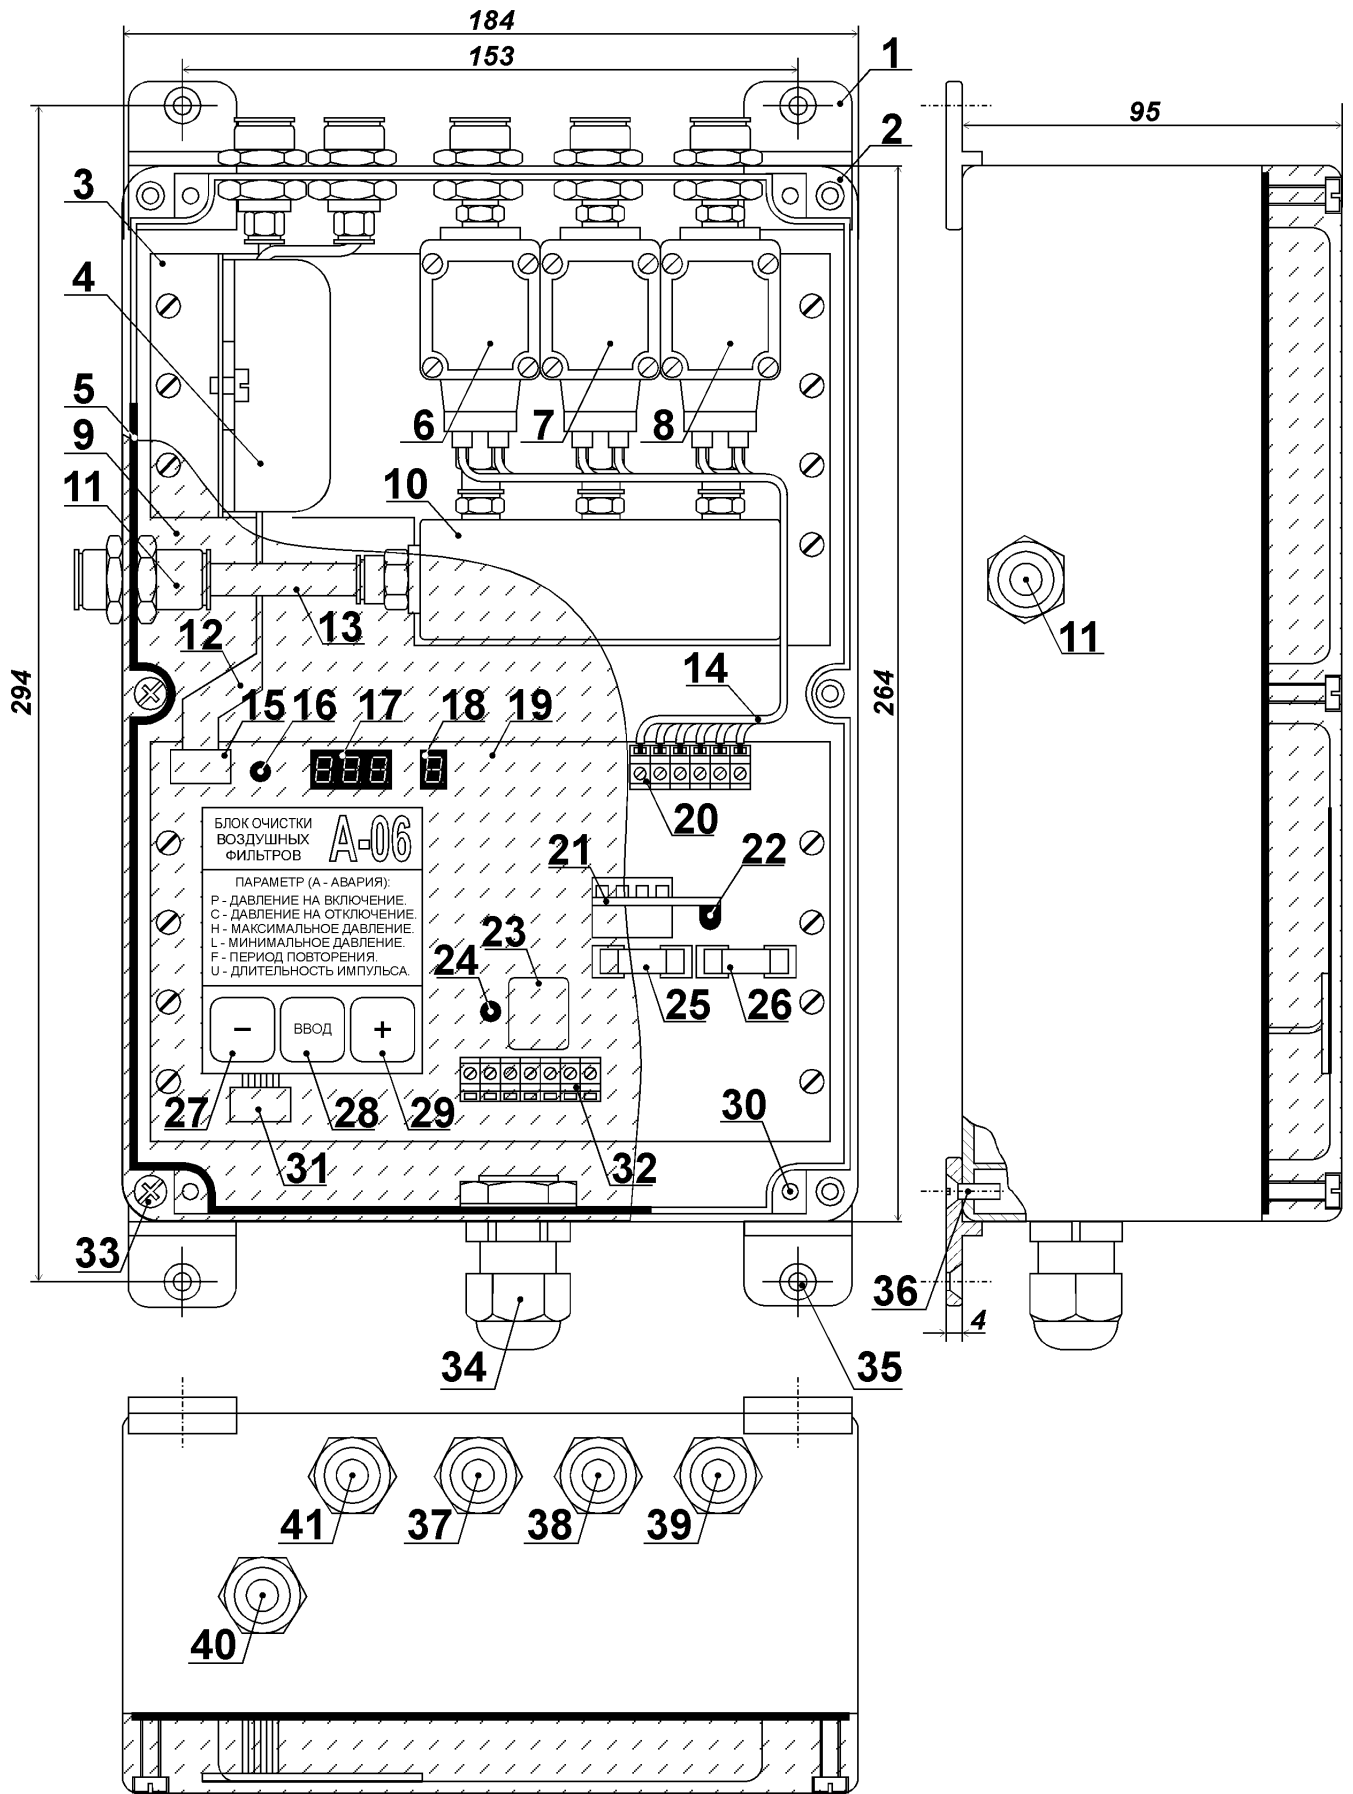
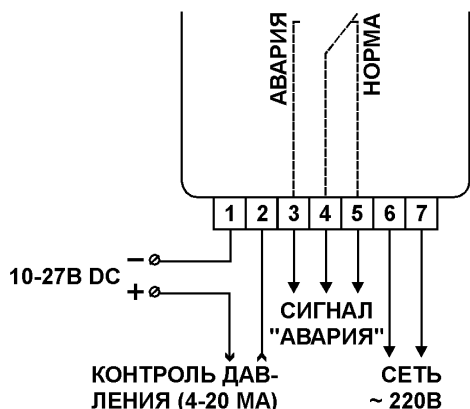

Рис. 1. Конструкция блока А-06.
Рис. 2. Схема электрического подключения блока А-06.
Конструкция блока показана на рис. 1.
6.2. Блок крепится четырьмя винтами с резьбой М4 или саморезами диаметром до 4,5 мм. Крепёжные винты (саморезы) вставляются в предназначенные для этого отверстия [рис. 1, поз. 35].
6.3. Пневматическими трубками внешним диаметром 8 мм штуцер «Воздух до фильтра» [рис. 1, поз. 40] соединяется с входным воздухопроводом фильтра, штуцер - «Воздух после фильтра» [рис. 1, поз. 41] – с его выходным воздухопроводом. К фитингам [рис. 1, поз. 37, поз. 38 и поз. 39] подключаются очищаемые фильтровальные элементы (рукава или картриджи).
6.4. К внутренней стороне крышки блока приклеены плоские сенсорные кнопки, которые соединяются с печатной платой шлейфом из гибких проводников. Поэтому перед снятием крышки необходимо, аккуратно подняв и удерживая её, осторожно потянуть за разъём [рис. 1, поз. 31] и отсоединить указанный шлейф от печатной платы.
6.5. Кабель вводится внутрь блока через гермоввод [рис. 1, поз. 34], концы проводов следует зачистить и промаркировать. После подключения проводов к клеммам блока накидная гайка гермоввода должна быть затянута рукой до упора, обеспечивая герметичность. Допускается эксплуатация блока на открытом воздухе при температурах от -10 до $+40$ °С.
6.6. Схема электрического подключения блока приведена на рис. 2. Контакты электромагнитного реле сигнализации об авариях показаны в нормальном положении (нет аварии либо нет напряжения питания).
6.9. Для удалённого контроля дифференциального давления между клеммами 1 и 2, согласно рис. 2, соблюдая полярность, последовательно подключаются источник постоянным напряжением от 10 до 27 В и миллиамперметр (либо вход контроллера, рассчитанный на приём токового сигнала диапазона 4 – 20 мА).
7.1. При подаче на блок напряжения питания трёхразрядный индикатор «Значение» [рис. 1, поз. 17] отображает перепад давлений воздуха на входе и выходе фильтра (от 0.00 до 4.00 кПа). При прогреве датчика дифференциального давления [рис. 1, поз. 4] до рабочей температуры светодиод «Термостат» [рис. 1, поз. 16] горит красным цветом. Изменение цвета свечения с красного на зелёный означает, что погрешность индикации давления не превышает $\pm 1,5\%$.
7.2. Прикосновение к сенсорной кнопке «Ввод» [рис. 1, поз. 28] переводит блок в режим ввода уставок. При этом индикатор «Параметр» [рис. 1, поз. 18] показывает обозначение регулируемой величины. Значение параметра можно изменить кнопками «-» [рис. 1, поз. 27] и «+» [рис. 1, поз. 29], а переход к регулировке следующего параметра производится прикосновением к кнопке «Ввод». Если в процессе работы блока был зафиксирован обрыв или короткое замыкание в катушке одного или нескольких электропневмоклапанов, то при первом нажатии на кнопку «Ввод» на индикаторе «Параметр» отображается символ «А» (авария), а на индикаторе «Значение» – номер (номера) неисправных клапанов.
7.4. Если дифференциальное давление меньше давления на включение, то блок находится в режиме ожидания и индикатор «Параметр» не горит. В противном случае блок начинает регенерацию (очистку) фильтра. На индикаторе «Параметр» поочередно отображаются номера открывающихся электропневмоклапанов. Когда сжатый воздух проходит через фитинг поз. 37 (рис. 1), индикатор «Параметр» показывает цифру «1», через фитинг поз. 38 – цифру «2», а через фитинг поз. 39 – цифру «3». Если установленный порог на включение составляет 0,00 кПа, то очистка фильтра производится непрерывно.
7.6. Светодиод «Авария» [рис. 1, поз. 24] загорается красным цветом, а реле сигнализации об аварии [рис. 1, поз. 23] переходит в положение «Авария» (рис. 2) в следующих случаях:
- если в процессе регенерации был зафиксирован обрыв или короткое замыкание в катушке одного или нескольких электропневмоклапанов. При коротком замыкании в момент срабатывания неисправного пневмоклапана на электронном ключе [рис. 1, поз. 21] вспыхивает светодиод «Короткое замыкание» [рис. 1, поз. 22].
- аккуратно подняв крышку на высоту примерно 2 см над корпусом и удерживая её в этом положении, осторожно потянуть за разъём [рис. 1, поз. 31], отсоединив гибкий шлейф проводов от печатной платы блока.
9.1. Свечение светодиода «Авария» [рис. 1, поз. 24] не является признаком неисправности блока. Оно свидетельствует о возможной аварии фильтра или системы его очистки (см. п. 7.6.).
9.2. Если при подаче сетевого напряжения на блок перегорают предохранители [рис. 1, поз 25 и поз. 26], следует убедиться, что напряжение на клеммах 6 и 7 составляет от 187 до 242 В переменного тока частотой 49 – 51 Гц, а затем заменить предохранитель, предварительно отключив блок от сети. При повторном перегорании предохранителя следует направить блок предприятию-изготовителю для проведения ремонта.
9.3. Если блок не реагирует на прикосновения к сенсорным кнопкам [рис. 1, поз 27, 28 и 29], то следует провести его техническое обслуживание в соответствии с указаниями раздела 8 настоящего Руководства. Если после этого работоспособность блока не восстановилась, необходимо направить блок предприятию-изготовителю для проведения ремонта.